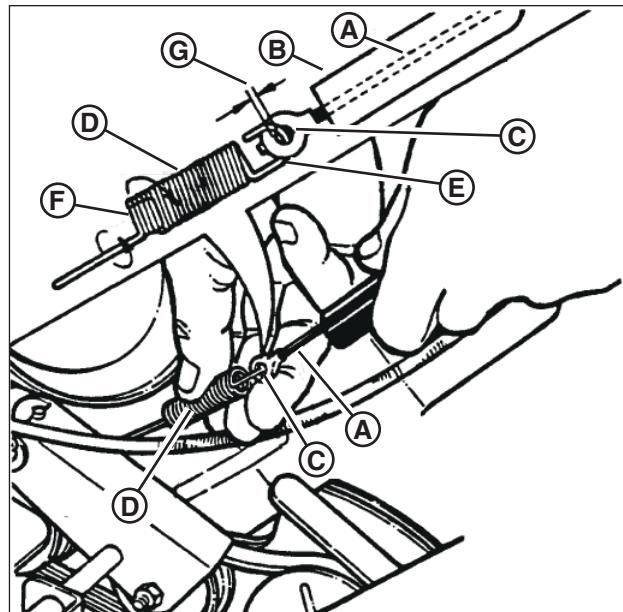

Figura 23: Ajuste del control de transmisión de las ruedas
- El control de transmisión de las ruedas está ajustado adecuadamente cuando hay una distancia de 1,5 a 3,2 mm de distancia (G, Figura 23) entre el interior del gancho con resorte (E) y el interior del anillo del cable del embrague (C) con el control de transmisión de las ruedas suelto.